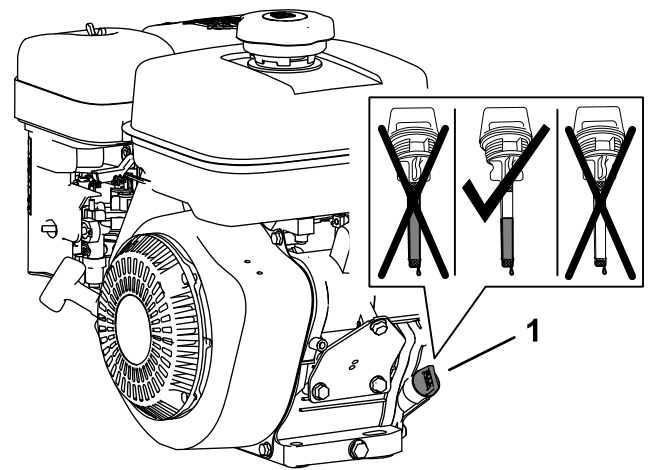

Bild 10
1. Entfernen Sie den Peilstab aus dem Einfüllstutzen des Motors und wischen Sie ihn mit einem sauberen Lappen ab (Bild 10).
2. Füllen Sie langsam 0,6 l des angegebenen Öls durch den Einfüllstutzen in das Kurbelgehäuse des Motors (Bild 10).
4. Entfernen Sie den Peilstab vom Einfüllstutzen und kontrollieren Sie auf den Ölstand auf dem Peilstab (Bild 10).
Hinweis: Der Motorölstand muss zwischen den mit der Schraffur gekennzeichneten Bereichen des Peilstabs liegen (Bild 10).
- Schrauben Sie den Peilstab handfest im Einfüllstutzen ein (Bild 10).